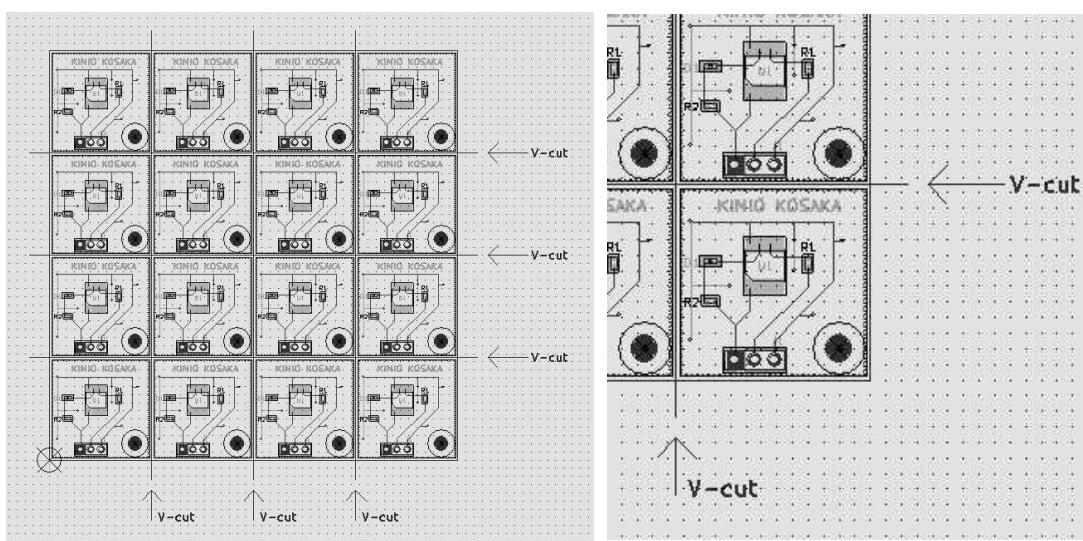

図 11-3
#### (7) 面付け基板用外形線とVカットラインを描く 図 11-3
- ① グリッドを 2.5000mm(98.43mils) にします。
- ② レイヤー「Eco2.User」を選択します。
- ③ 右ツールバー 「図形ラインを追加」を選択します。
- ④ 4×4 面付け基板レイアウト全体を囲む 100mm×100mm の外形線を描きます。
- ⑤ Vカットラインを外形線を突き抜けるかたちで縦横に描きます。
- ⑥ Vカットを示す矢印図形と“V-cut”的文字を配置します。 19 ページ「(19) 基板に名前などを書く」